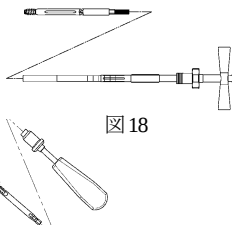

図18
- ラグスクリュー後端にラグスクリュー用インサーターを取り付け、ラグスクリュー T レンチに挿入し、T ハンドル部のつまみで固定します。（図18）